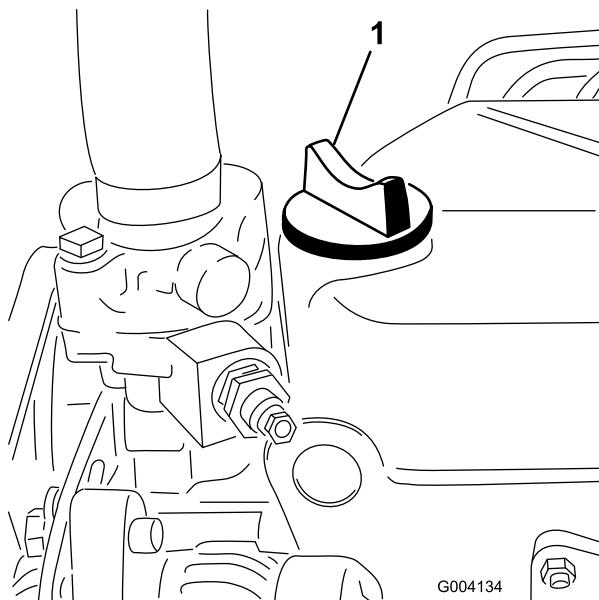

図 32
- オイルの量が不足している場合は、補給キャップ(図 32)を取り、Full 位置までオイルを補給する。